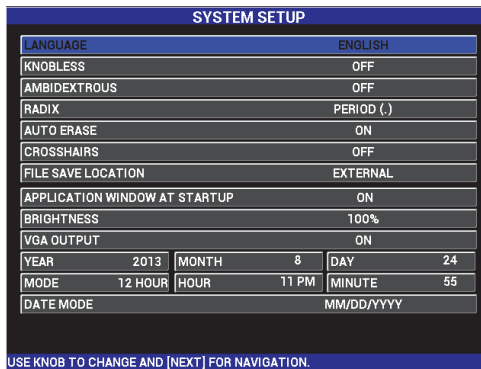

Figura 3-1 Tela SYSTEM SETUP
1. Pressione a tecla de menu ADV SETUP (  ) duas vezes e então pressione a tecla de função B para acessar a tela **SYSTEM SETUP** (veja Figura 3-1 na página 69).
1. Pressione a tecla de menu ADV SETUP () duas vezes e então pressione a tecla de função B para acessar a tela **SYSTEM SETUP** (veja Figura 3-1 na página 69).
3. Na tela **SYSTEM SETUP** (veja Figura 3-1 na página 69), use a tecla FULL NEXT () para selecionar o parâmetro desejado e, em seguida, use o botão para alterar o valor: